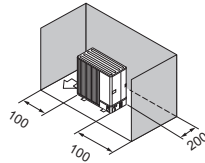

Fig. 2-8
- (3) Forhindringer eller lukkede områder kun bagpå og på siderne (Fig. 2-8)